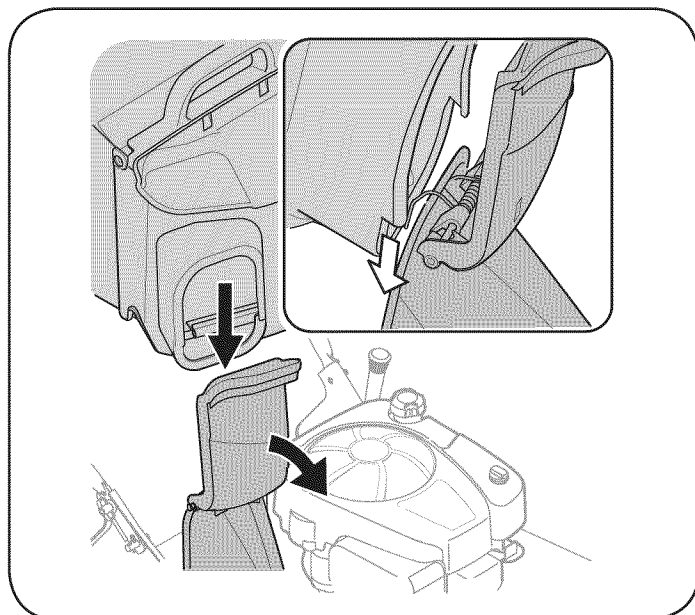

Figura 5
- Eleve la puerta del canal en el adaptador de la bolsa colectora y deslice la bolsa sobre el adaptador. Vea la Figura 5.